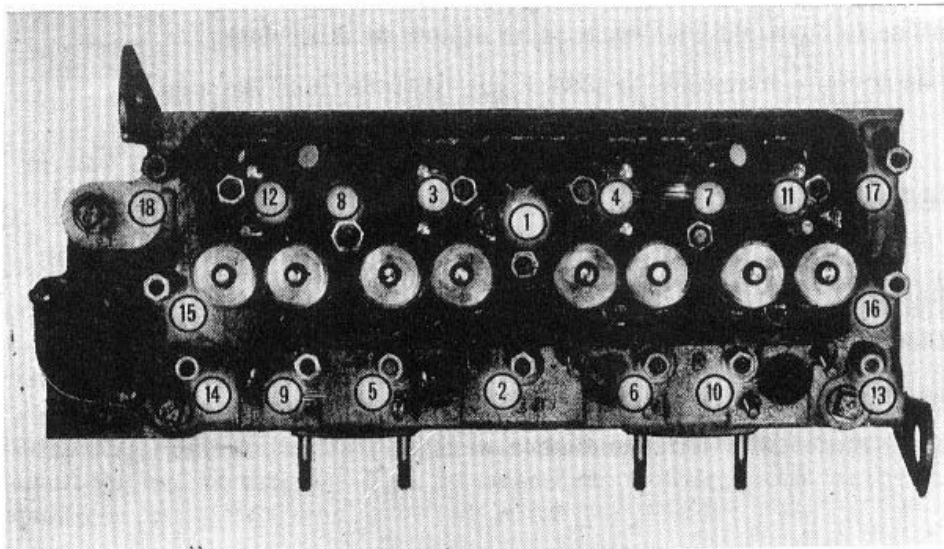

Fig. 9 — Ordre de serrage de la culasse.
2. Déposer le cache-culbuteurs et vérifier le couple de serrage de la culasse suivant la séquence indiquée figure 9.